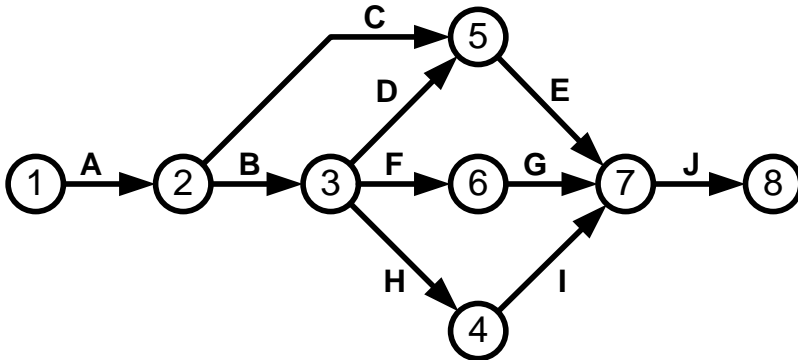

Рис.2. Сетевой график к примеру 1.
**Решение.** На основании перечня работ и условий предшествования строим сетевой график, показанный на рис.2. События сетевого графика пронумерованы в соответствии с алгоритмом, приведенным выше.
**Пример 2.** Для сетевого графика, показанного на рис.2 определить ранние( $t_p[i]$ ) и поздние( $t_n[i]$ ) сроки свершения событий найти критический путь.